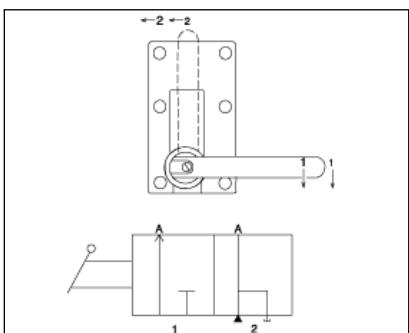

Abbildung 7
- Ventilgriff in Stellung 1 bringen, wie in Abbildung 7.